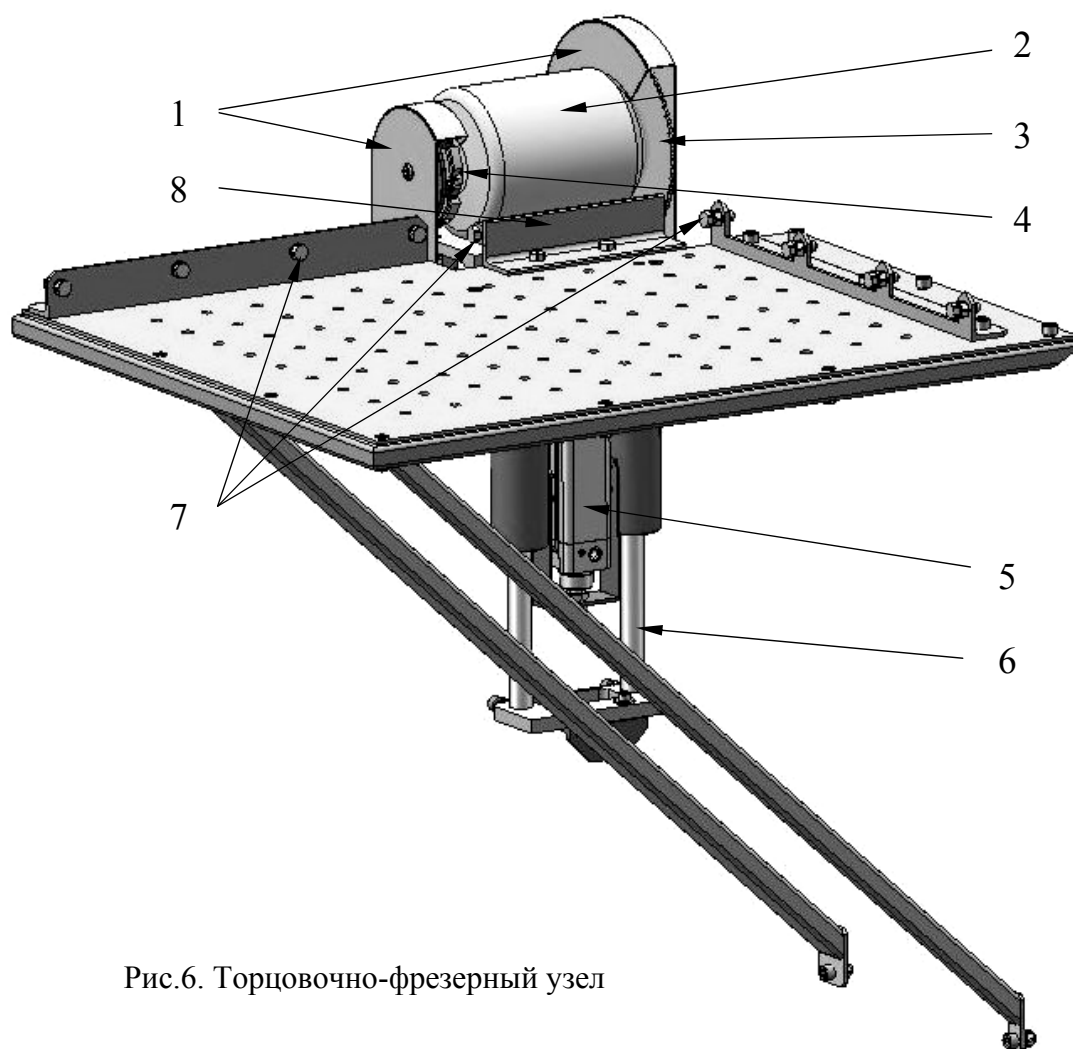

Рис.6. Торцовочно-фрезерный узел
3.3. Торцовочно-фрезерный узел (Рис.6) состоит из электродвигателя (2), на валу которого, закреплены дисковая пила (3) и фреза (4). Как пила так и фреза полузакрыты защитными кожухами (1). Посредством этого узла осуществляются рабочие операции по обрезке свесов кромочного материала заготовки и фрезерование ее угловых кромок. Для удобной и качественной обработки заготовок узел выполнен подвижным в вертикальной плоскости и имеет два положения. Изначальное, нижнее положение узла – не рабочее. В этом положении узел находится ниже поверхности столешницы и полностью скрыт ею. Верхнее положение узла – рабочее (на рисунке узел показан в рабочем положении). Перемещение торцовочного узла в оба положения осуществляется посредством подвижного штока пневматического цилиндра (5) жестко связанного с направляющими (6). Управление подъемом узла осуществляется нажатием клавиши педали (поз. 1 на рис. 1) а опускание ее освобождением.